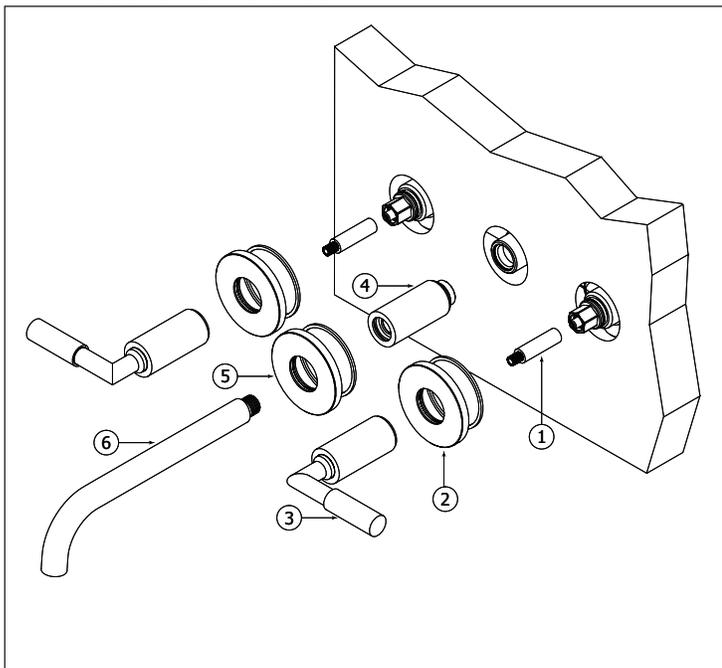

Fig.3
First install the base of the spout (4), it must be screwed "all-the-way in". Slip the decorative escutcheon (5) in place fig.3. Then screw the spout (6) until you encounter some resistance. Continue turning until the spout faces straight down.
Installez d'abord la base du bec (4), elle doit être vissée "à fond". Glisser l'écusson décoratif (5) en place fig.3.
Then, with the COLD decorative handle in place, simply rotate it until lines up to an ideal position. To achieve the same result with the HOT decorative handle you will need to first rotate it farther than the full "on" position before returning it to line-up horizontally. Fig.3. Re-tighten the cartridge bonnet see fig.3
Ensuite, avec les poignées décoratives en place, ajuste la poignée froide directement. Pour la chaude, commencer par ouvrir la cartouche au-delà de la verticale avant d'abaisser la poignée dans une position parfaitement horizontale. Fig.3. Finir en vissant le bonnet de la cartouche.